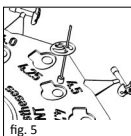

fig. 5
■ **fig. 5** Introduire la prothèse TTP® VARIAC de la longueur déterminée (cf. ci-dessous : Utilisation du Sizer Disk) dans l'orifice prévu à cet effet dans le Sizer Disk. Pour cette opération, utiliser de préférence la pince en titane (REF 8000 136) livrée en option.